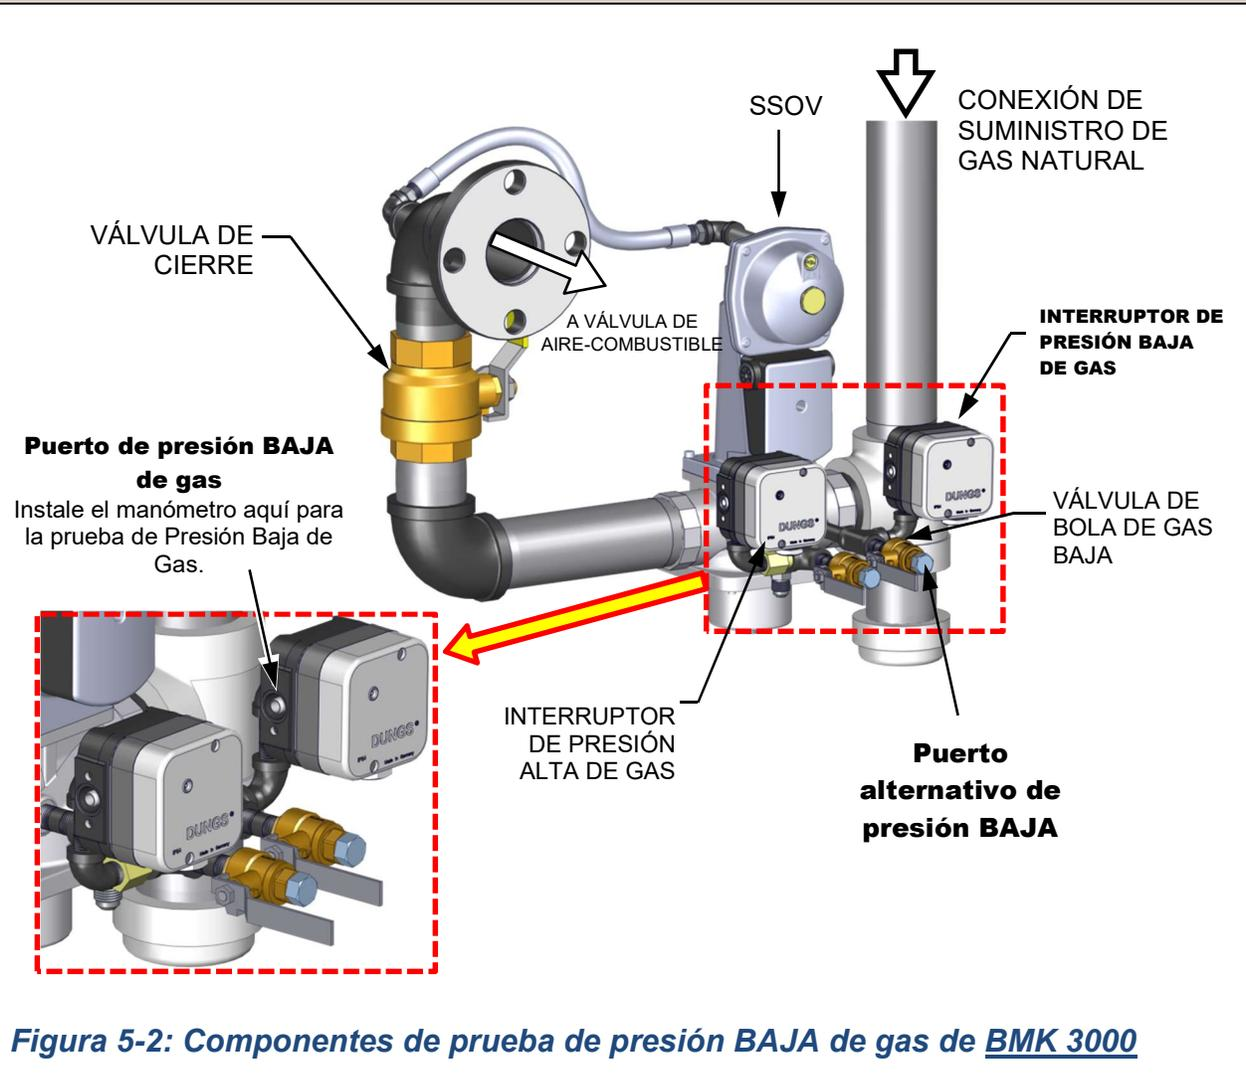

Figura 5-2: Componentes de prueba de presión BAJA de gas de BMK 3000
Para simular una falla de presión baja de gas, en las unidades BMK 3000 consulte la Figura 5-2 que se muestra a continuación y siga los siguientes pasos:
2. Localice el puerto en la parte superior del interruptor de presión baja de gas (ver la Figura 5-1 que se encuentra a continuación) y afloje un poco el tornillo interior para abrirlo. No retire completamente el tornillo. Como alternativa, puede retirar el tapón de 1/4 pulgadas que se muestra en la Figura 5-2 que aparece antes, e instalar un conector de manguera en su lugar.